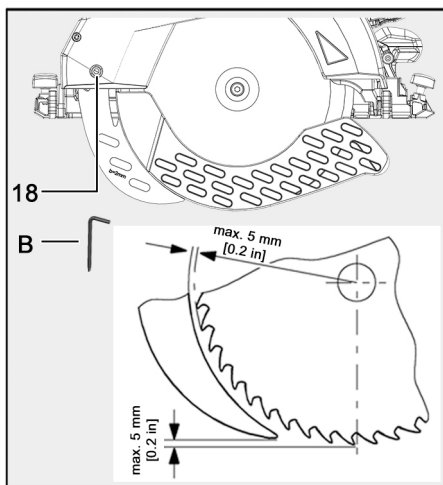

Fig. 58: Distancia de la cuña de partir a la hoja de sierra
- Respetar la distancia máxima con el disco de sierra (ver fig. 58).